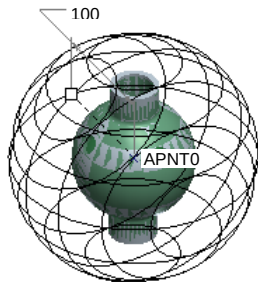

图 7.2.11 创建退刀面
Step6. 设置退刀面。在“钻孔”操控板中单击  按钮，单击  按钮，在“间隙”设置界面中的 类型 下拉列表中选择  选项，激活  文本框，选取基准点 APNT0 为球面参考，在 值 文本框中输入数值 100，在图形区预览创建的退刀面如图 7.2.11 所示。